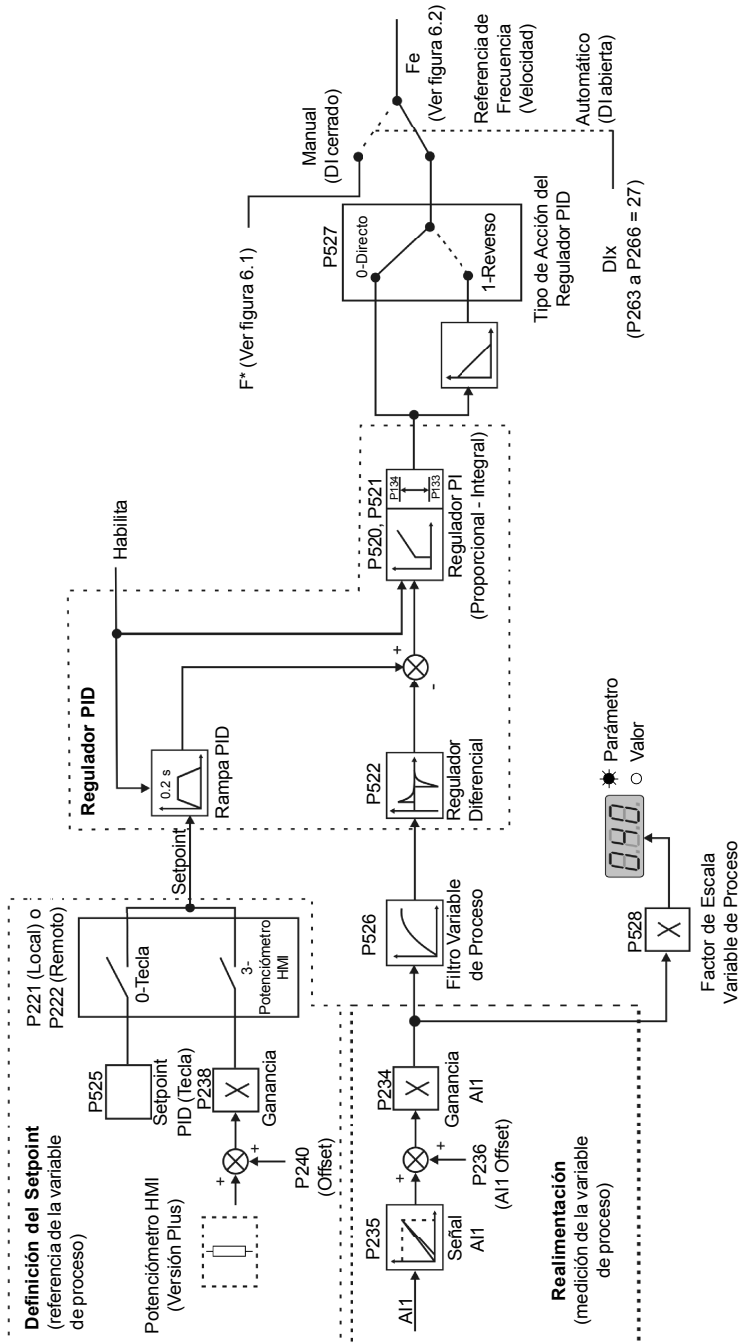

Figura 6.23 - Bloque Diagrama de la Función Regulador PID
- ☑ La figura 6.23 hace referencia a una representación esquemática de la función regulador PID.